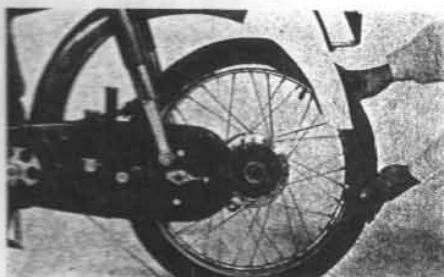

Fig. 76 Demonteren van achterwiel
② Achterremstang
- 3) Verwijder de afstandbus en haal het wiel weg. (Fig. 76)